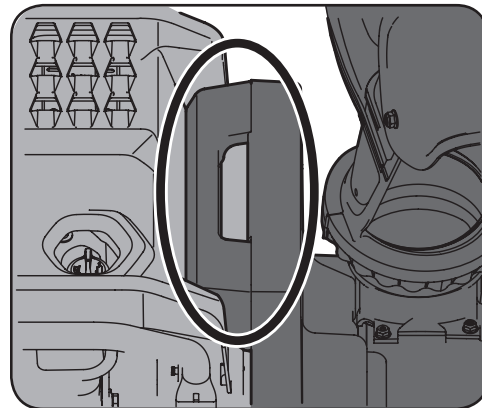

Figura 4-3
2. Inclina la base de potencia FLEX™ hacia adelante, enganchando la lengüeta de montaje superior con la manija de montaje del accesorio quitanieve, consulte la Figura 4-3.